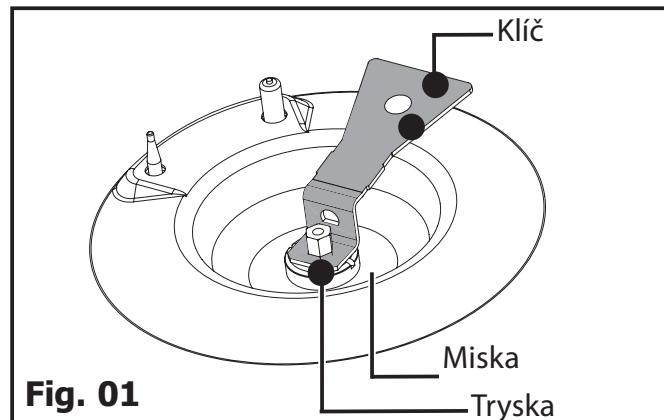

Fig. 01
- **Připojení ohebnou kovovou hadicí (nerezová s opletením) s mechanickými závitovými koncovkami** (odpovídající normě NF D 36-125) s neomezenou životností (Fig. 01).
- Pomocí přiloženého klíče vyšroubujte trysky všech hořáků, které se nacházejí na dně misek a vyjměte je (Fig. 01).